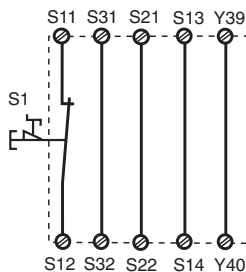
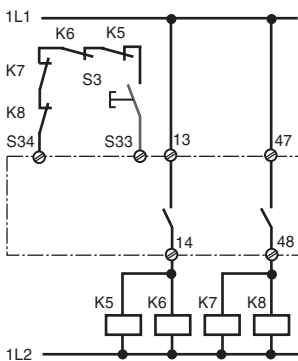

Fig. 2: Eingangskreis einkanalig, automat. Start/Single-channel input circuit, automatic reset/Commande par 1 canal, validation automatique
Fig. 11: wie Fig. 10 mit überwachtem Start/ connection for contactors/relays and monitored reset/comme Fig. 10 avec surveillance du poussoir de validation
In Fig. 2 ... Fig. 11 sind Anschlussbeispiele für NOT-AUS-Beschaltung mit automatischem und überwachtem Start, Schutzürsteuerungen sowie Kontaktvervielfachung durch externe Schütze dargestellt.
- Fig. 2 und 7: **keine** Verbindung S33-S34
In Fig. 2 ... Fig. 11 are connection examples for Emergency Stop wiring with automatic and monitored reset. Safety gate controls as well as contact expansion via external contactors.
- Fig. 2 and 7: S33-S34 **not** connected
Les figures 2 à 11 représentent les différents câblages possibles du PNOZ XV2 à savoir : poussoir AU avec réarmement automatique ou auto-côntrolé, interrupteurs de position et augmentation du nombre des contacts de sécurité par contacteurs externes.
- Fig. 2 et 7: **pas** de câblage sur S33-S34